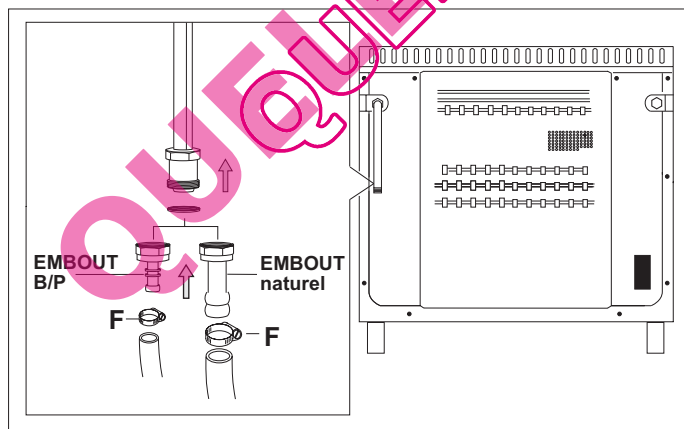

Fig. 3
Le tuyau doit être monté sur l'about (porte caoutchouc) avec un collier de serrage (F) pour éviter toute fuite de gaz et accessible sur toute sa longueur (voir fig. 3).